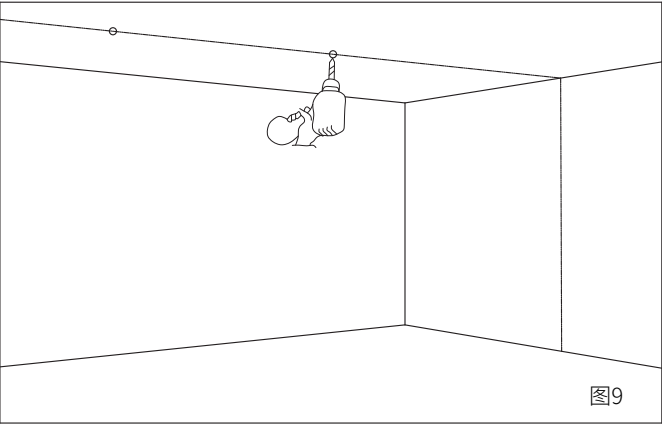

图9
1.在天花板或墙面上拉直线，标记安装孔位并打孔，如图9所示；